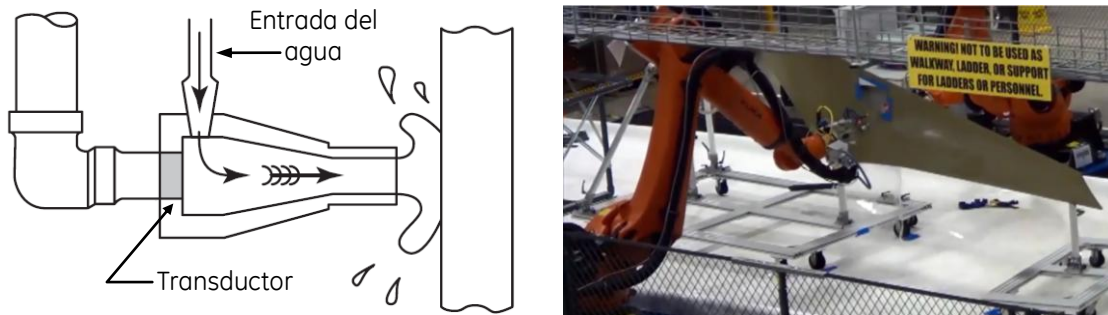

Figura No. 60: Método de acoplamiento con dispositivos de chorro de agua
- Dispositivos de chorro de agua: Si existe suficiente presión disponible, un chorro de agua puede proporcionar un acoplamiento sin contacto entre el transductor y un objeto que requiera ser examinado (figura No. 60), con una separación de 120 mm (4.75 pulgadas) o más. En el diseño del "squirter"¹ se toman consideraciones especiales hidrodinámicas para asegurar un mínimo de burbujas o turbulencia.